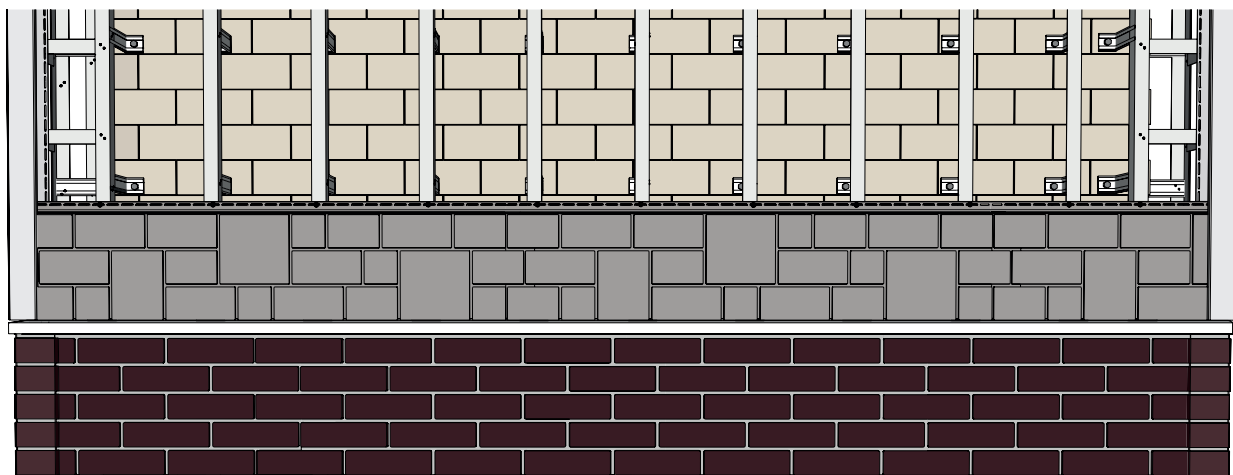

Рисунок 93
- 17.4** Смонтируйте первый ряд панелей (рис. 93), соблюдая шаг крепления по обрешетке (300-400 мм) и зазоры на тепловое расширение в соединении с доборными элементами.